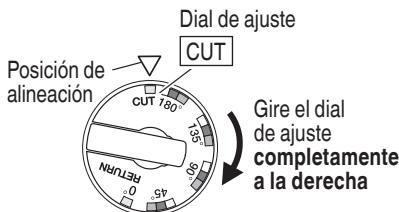

Fig. 34
- (1) Posicione el dial de ajuste en la posición “CUT” (Fig. 34).